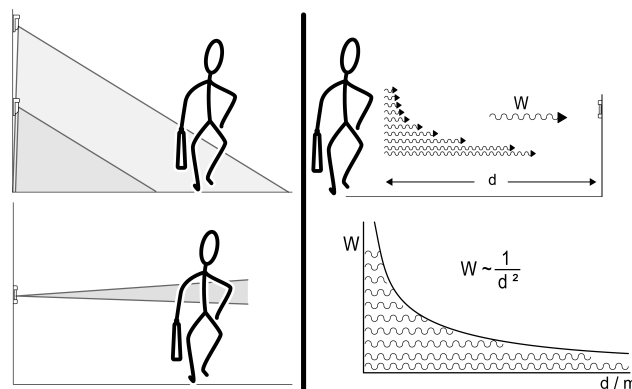

рисунок 4: Распознавание тепловых источников: геометрия поля распознавания и удаление объекта (закон фотометрического удаления)
- Расстояние между тепловым источником и датчиком движения: чем больше удаление теплового источника от датчика, тем слабее сигнал, распознаваемый датчиком (рисунок 4).
- Контрастность между тепловым источником и окружающей средой: при одинаковой интенсивности излучения теплового источника и окружающей среды распознавание значительно усложняется (рисунок 4).